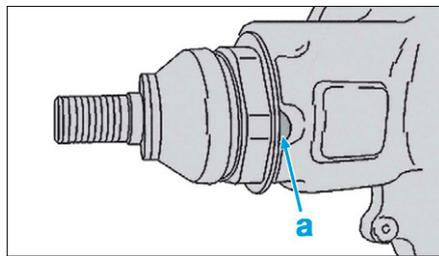

FIG. 33
- Freiner la rotule dans les encoches du pivot (1) (Fig.33).